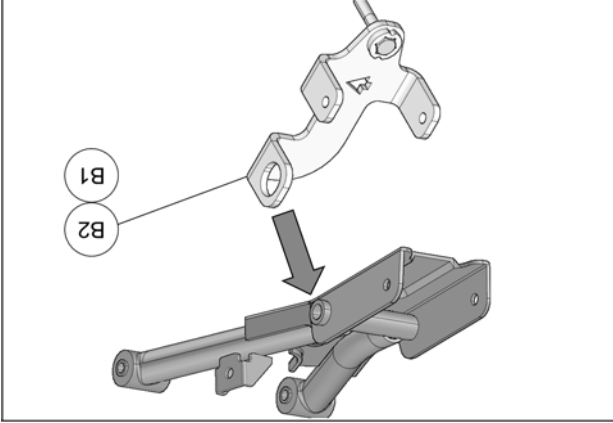

Fig. 7
6. Placer l'ancrage anti-rotation (B1-B2) au tube du bras de suspension servant à fixer l'amortisseur arrière, tel que montré à la Fig. 7